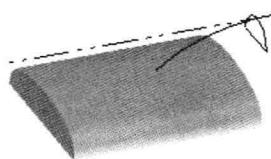
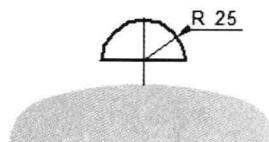

图 2.8 草图 2 (建模环境)
图 2.9 草图 2 (草绘环境)
Step5. 创建图 2.8 所示的草图 2。在 **草图** 区域中单击 按钮，选取平面 4 为草图平面，进入草绘环境，绘制图 2.9 所示的草图 2，单击 按钮退出草绘环境。